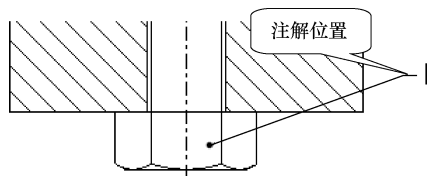

图 10-261 完成注解
(9) 在欲放置文字的地方单击鼠标中键，消息区提示“输入注解”，在组合框中输入“1”，按<Enter>键确认，消息区继续提示“输入注解”，直接按<Enter>键确认，回到【注解类型】菜单，图形区如图 10-261 所示。